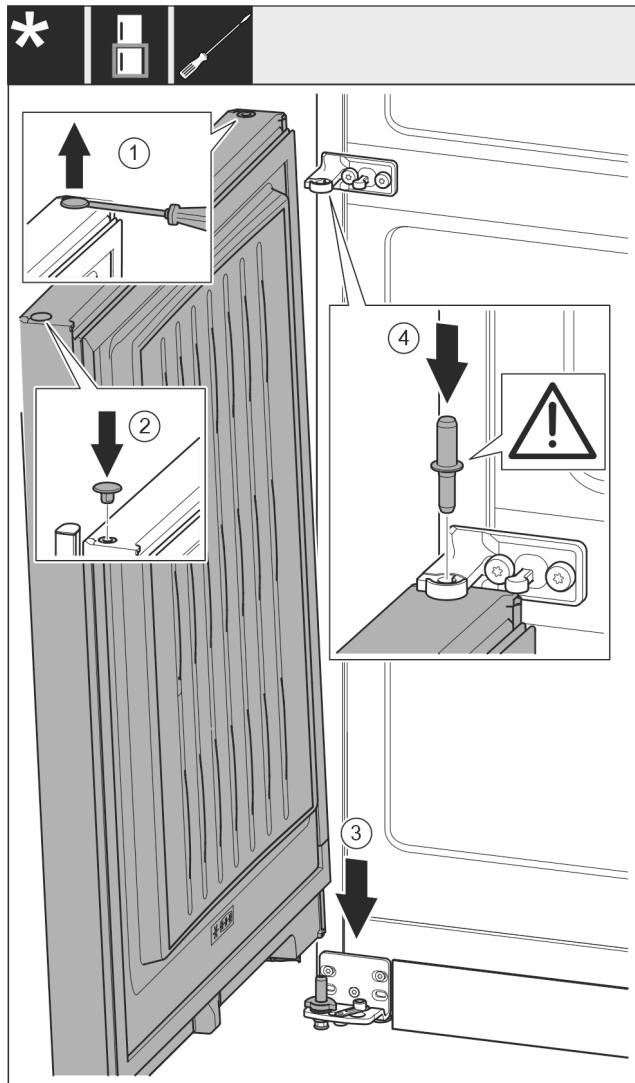

Fig. 20
- ▶ Ανασηκώστε προσεκτικά και τραβήξτε έξω την τάπα Fig. 20 (1) με ένα ίσιο κατσαβίδι.
- ▶ Τοποθετήστε ξανά την τάπα Fig. 20 (2) στην άλλη πλευρά της πόρτας.
- ▶ Τοποθετήστε την πόρτα Fig. 20 (3) από επάνω στον κάτω πεύρο.
- ▶ Τοποθετήστε τον μεσαίο πεύρο Fig. 20 (4) μέσα από το μεσαίο στήριγμα στην κάτω πόρτα. Βεβαιωθείτε ότι το έκκεντρο ασφάλισης είναι στραμμένο προς τα πίσω.